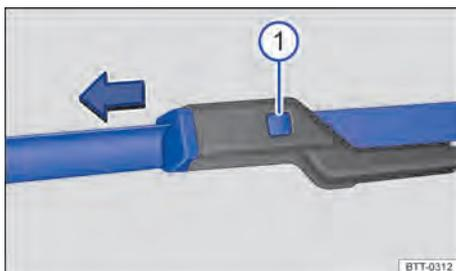

Fig. 161 Substituir as palhetas dos limpadores do para-brisa.
- Manter o botão de destravamento → Fig. 161 ⓘ pressionado e, ao mesmo tempo, retirar a palheta do limpador do para-brisa no sentido da seta.